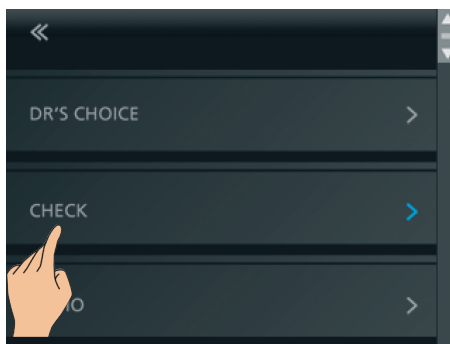

Fig. 28 Selezione CHECK
- Accedere al menu Impostazioni e selezionare la funzione CHECK (Fig. 28).